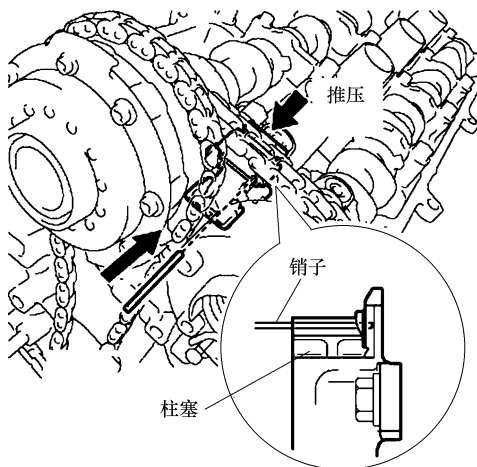

图 24-39 插入销子以固定张紧器
① 如图 24-39 所示, 推压正时链条张紧器, 将一根直径为 1.0mm 的销子插入孔中, 使其固定到位。